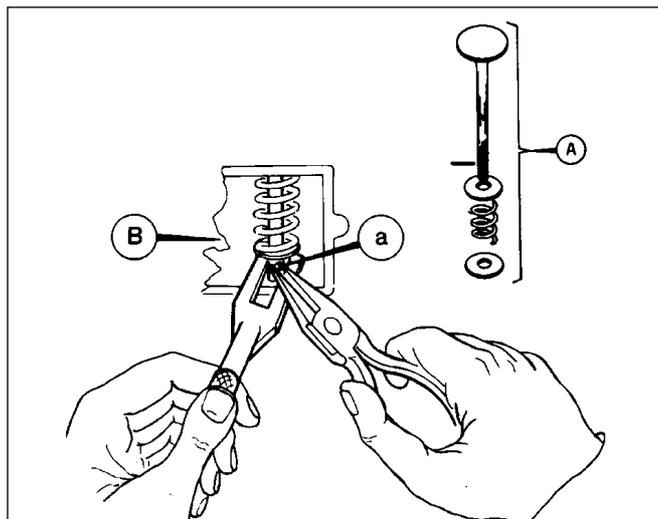

Abb. 8
**ANMERKUNG** - Die Ventile ältere Motoren sind mit einem Stift im Ventilschaft und darüberliegender Ventilkappe gesichert. Der Ausbau von Ventilen dieses Typs erfolgt durch Anheben der Feder und Entfernen des Sicherungstiftes mit einer Spitzzange (Abb. 8).